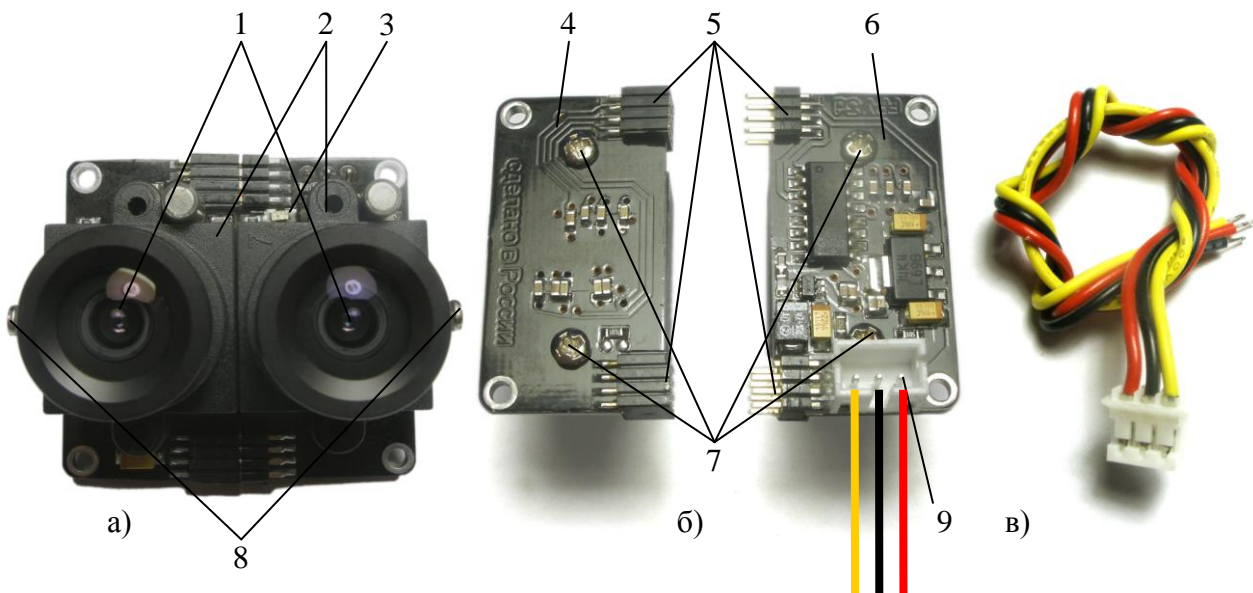

Рисунок 1. Внешний вид видеокамеры «Чёрная Пташка»
Интерфейсный разъем 9 обеспечивает подачу питания на плату видеокамеры и получение видео изображения. Нумерация контактов разъема производится справа налево (см. рисунок 1б). Первый контакт – **плюс 12В**, второй контакт **GND (общий для питания и видео)**, третий контакт - **выход видео**.
Настроенная и правильно подключенная видеоканера начинает работать сразу после подачи питания. Светодиод (см. рисунок 1а, позиция 3) сигнализирует о подаче питания.
- Ослабить винт фиксации одного объектива (см. рисунок 1а, позиция 8);
Для коррекции смещения необходимо ослабить винты крепления держателей объективов (см. рисунок 1б, позиция 7), сдвинуть их для уменьшения смещения изображений и снова зафиксировать. После фиксации повторно оценить смещение изображений. При необходимости настроить фокусировку объективов.